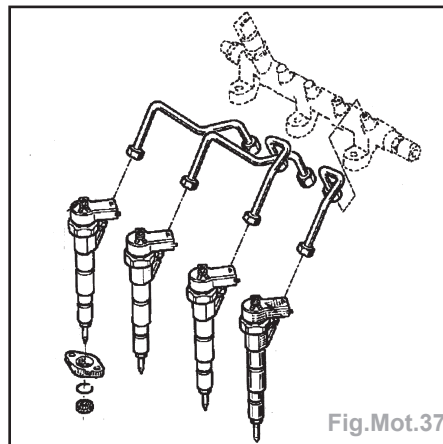

Fig.Mot.37
- Débrancher le connecteur du capteur de pression (1) (Fig.Mot.37 et 38).
- le tuyau de retour gazole (2) des injecteurs (prévoir son remplacement),
- le faisceau d'injection (3) entre la pompe haute pression et la rampe.
**Nota :** Attention à l'agrafe (6) de fixation culasse qui est très fragile.
- les faisceaux d'injecteurs (4).